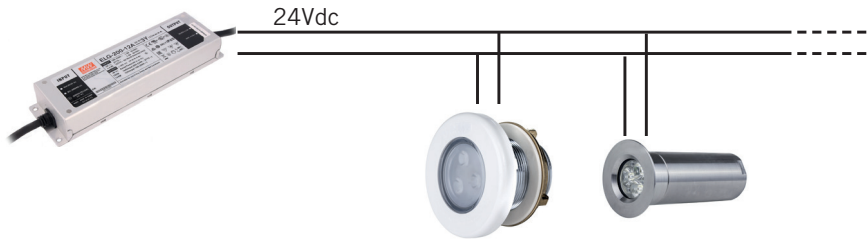

Fig. 1
1. ELECTRICAL CONNECTION (see figure 1):
1. CONNEXION ÉLECTRIQUE (voir figure 1):
1. ELEKTRISCHER ANSCHLUSS (sehen Sie Abbildung 1):